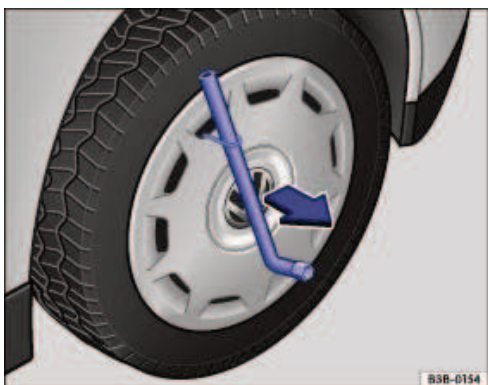

Fig. 222 Retrait de l'enjoliveur de roue plein
- Faites passer la clé démonte-roue à travers l'étrier métallique → Fig. 222 et retirez l'enjoliveur de roue plein dans le sens de la flèche.